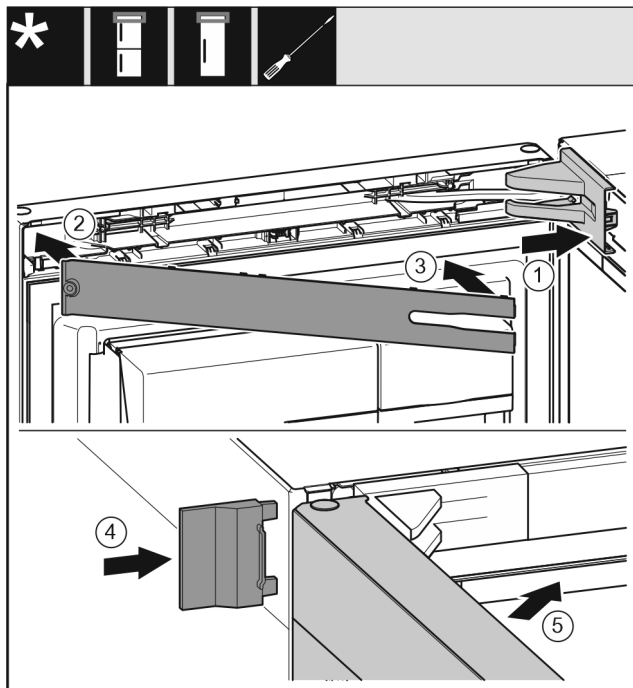

Fig. 46
- ▶ Nasadte a zaklapněte kryt stojanu ložiska Fig. 46 (1), příp. opatrně přitlačte od sebe.
- ▶ Nasadte záslepku Fig. 46 (2).
- ▶ Záslepku Fig. 46 (3) sklopte a zaklapněte.
- ▶ Vnější kryt Fig. 46 (4) nasuňte.
- ▶ Zavřete horní dveře Fig. 46 (5).